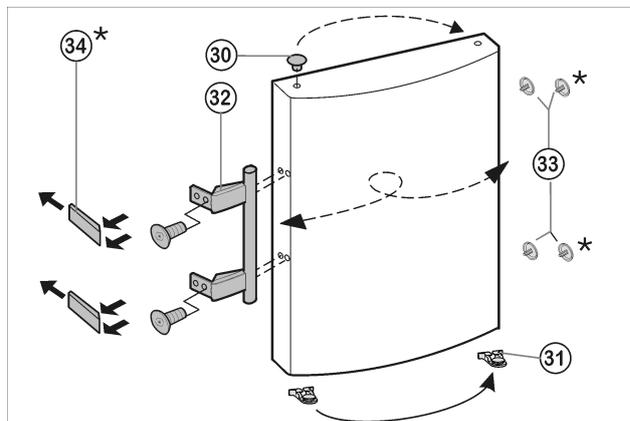

Fig. 8
- ▶ Retirar o tampão Fig. 8 (30) do casquilho do apoio da porta e inverter a posição.
- ▶ Desmontar a pega da porta Fig. 8 (32), os tampões Fig. 8 (33) e as placas de pressão* Fig. 8 (34) e voltar a montá-los no lado oposto.